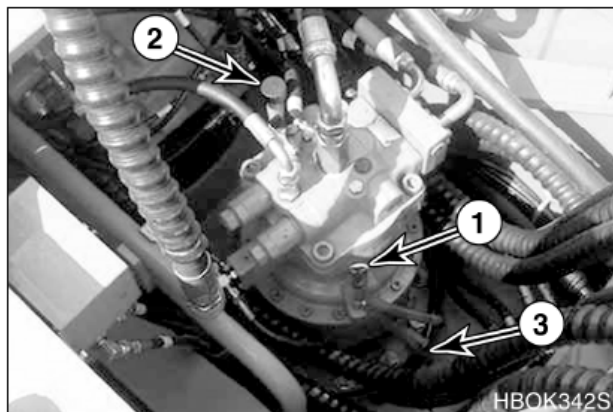

Рис. 72
2. Открыть сливной кран (3, рис. 72).
4. Снять сапун/заливную заглушку (2, рис. 72) и добавить масло до отметки "Н" на щупе (1).